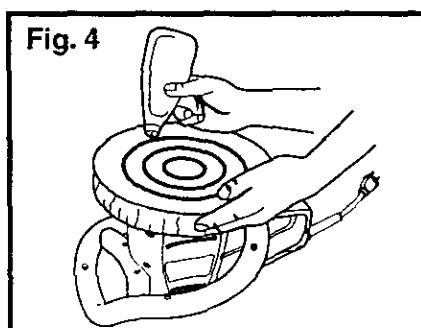

Fig. 4
1. Aplique tres espirales de cera en el bonete aplicador (Ver Fig. 4).